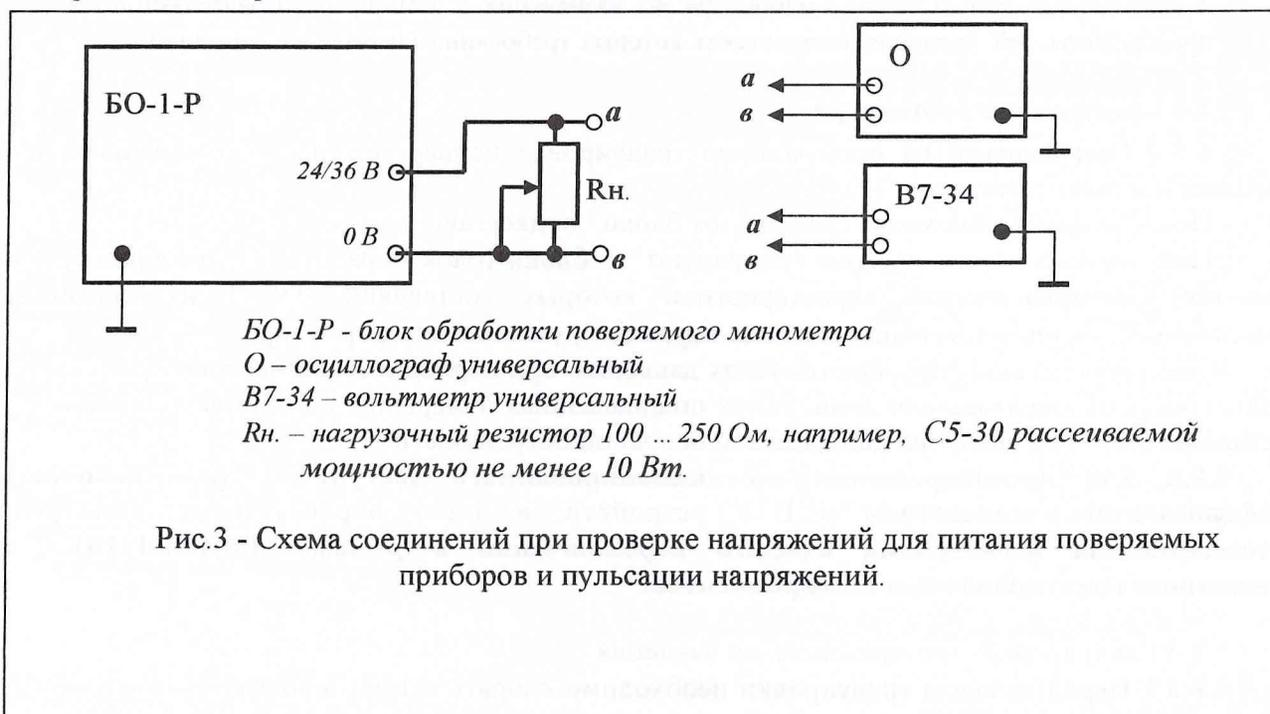

Рис.3 - Схема соединений при проверке напряжений для питания поверяемых приборов и пульсации напряжений.
5.6 Проверку напряжений для питания поверяемых приборов проводят по схеме изображенной на рис. 3.